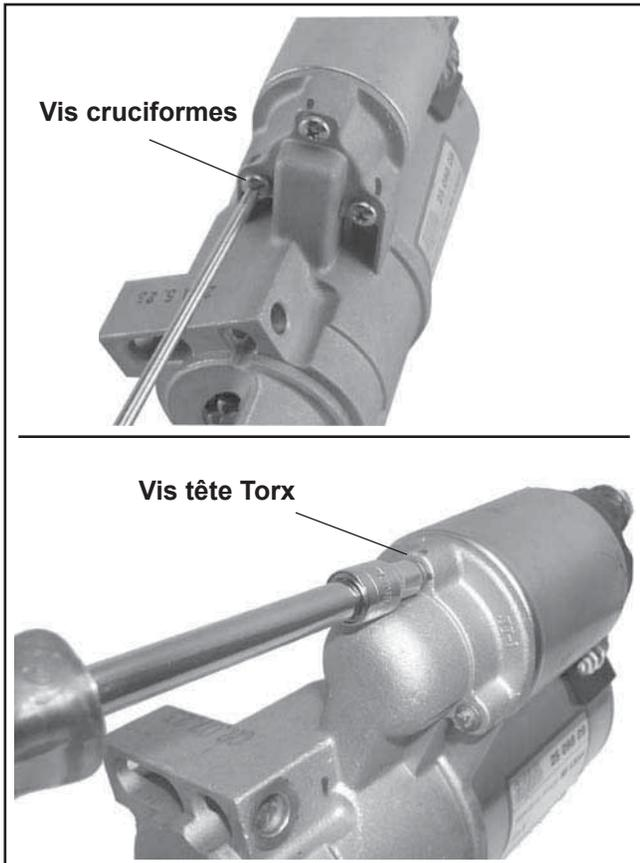

Figure 8-45. Enlèvement des vis du solénoïde.
2. Retirer les trois vis fixant le solénoïde au démarreur. Voir la Figure 8-45.